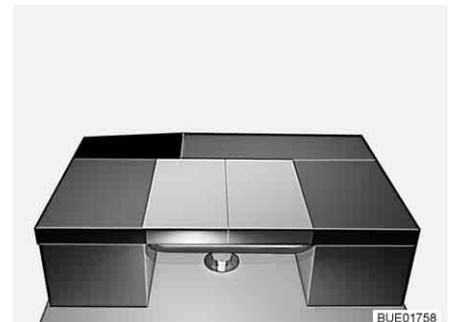

Fig. 122 Dopo la trasformazione
- Posizionare il cuscino dello schienale dei sedili laterali longitudinalmente sul tavolo (vedi Fig. 122).